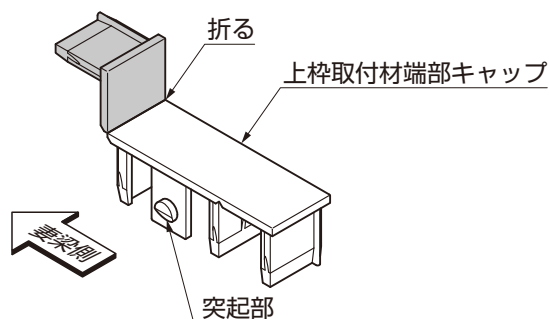

図5-7
①上枠取付材端部キャップの片側を折ってください。(図5-7参照)